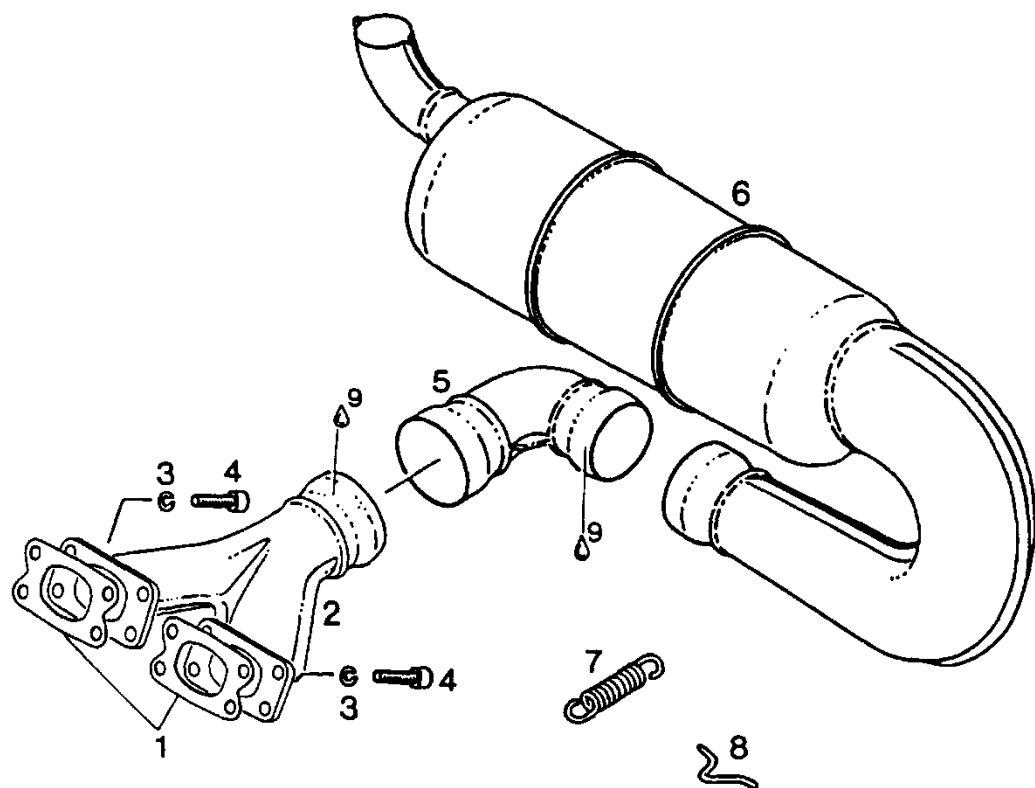

Рис. 47. Боковая выхлопная система
2. Боковая - SM (рис. 47),
К рис. 47